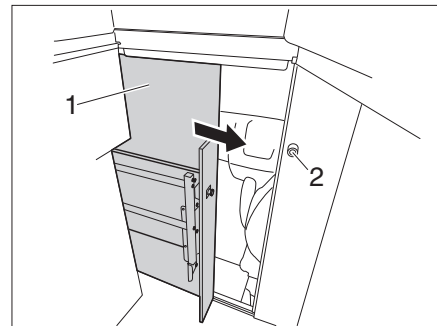

Fig. 56 Cerradura de la cabina del conductor
- Empujar la puerta (Fig. 56,1) hasta que engatille en la cerradura.
- Girar el tirador (Fig. 56,2) en sentido contrario a las agujas del reloj, hasta que esté bloqueada la puerta.
- Girar el tirador (Fig. 56,2) en sentido de las agujas del reloj, hasta que esté desbloqueada la puerta.
- Empujar y asegurar la puerta (Fig. 56,1).